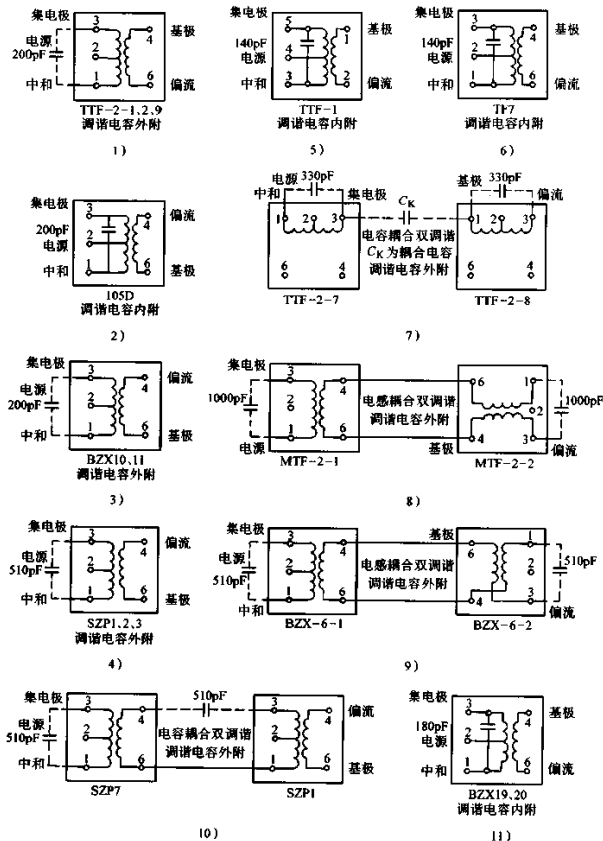

图 7-11 部分国产小型中频变压器接线图资料
(1) 中频变压器修理资料。表 7-9 所示是部分国产小型中频变压器性能参数资料,如图 7-11 所示是表中各中频变压器各引脚接线图,供修配时参考。